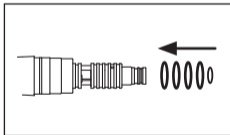

Fig. 44
- ➌ Insérez le jeu complet de nouveaux joints dans les rainures correspondantes (Fig. 44).